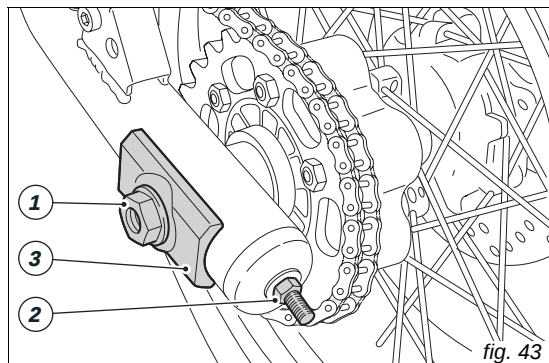

fig. 43
Pour régler la tension, desserrer l'écrou (1, fig. 43) de l'axe de roue et serrer les écrous (2) du même nombre de tours et dans le sens des aiguilles d'une montre, de part et d'autre du bras oscillant, pour augmenter la tension ou les desserrer pour la diminuer. Dans ce dernier cas, il faut pousser la roue vers l'avant.
Vérifiez que, sur les deux côtés du bras oscillant, les repères de positionnement correspondent à l'indice du curseur (3, fig. 43), ce qui garantit le parfait alignement de la roue.